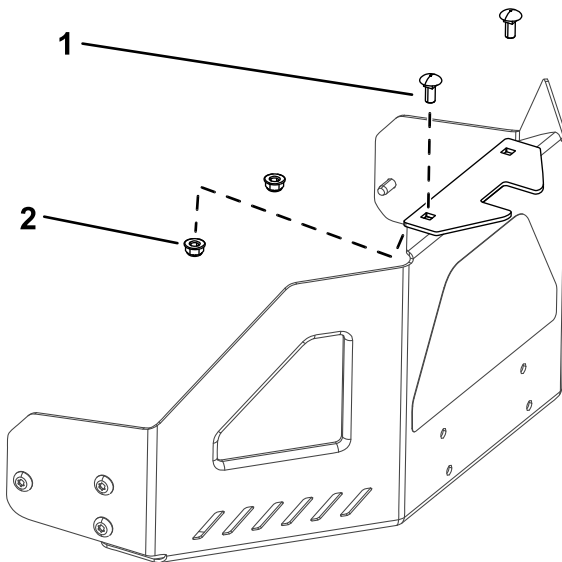

図 5
1. エンジンガードにスタビライザブラケットを取り付けるキャリッジボルト5/16 x 3/4" 2本とロックナット5/16" 2個を使用する図 5。